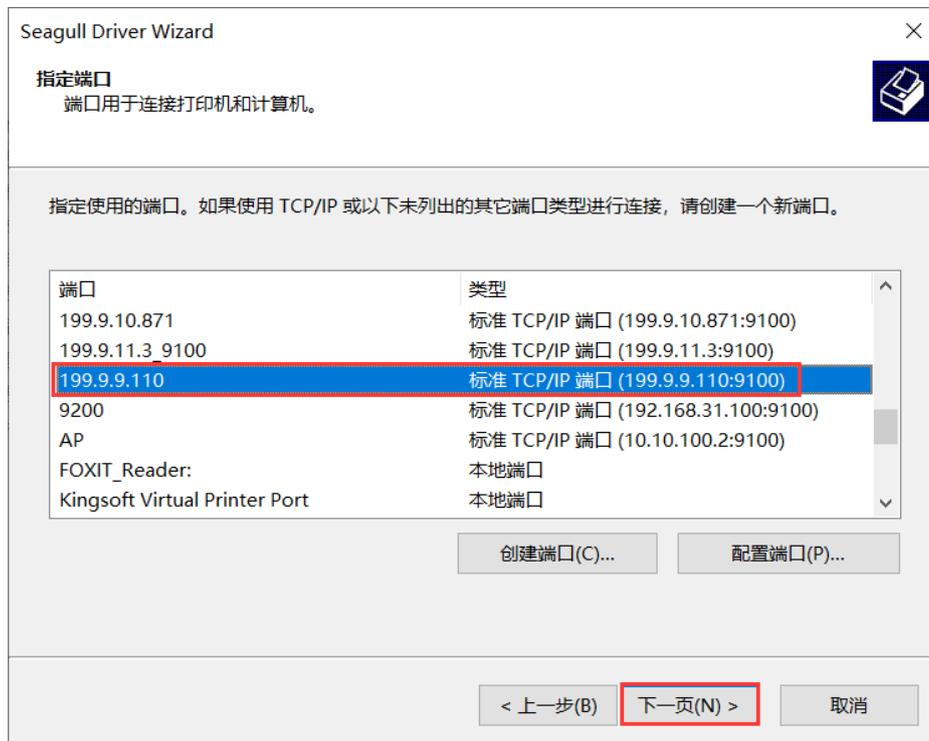

图 2-39 指定端口界面
9. 打印机端口添加完成后，返回“指定端口”界面，选择已添加成功的端口，点击“下一页”，如图 2-39 所示；